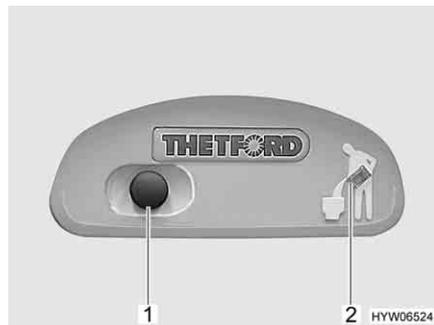
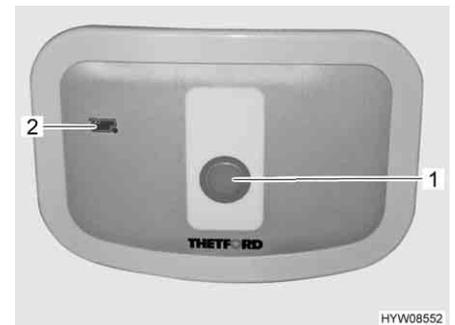

Fig. 242 Botón del inodoro/luz de control del inodoro Thetford
Fig. 243 Botón del inodoro/luz de control del inodoro Thetford (alternativa)
- Para lavar, pulsar el botón del inodoro azul (Fig. 242,1 ó Fig. 243,1).
La luz de control (Fig. 242,2 ó Fig. 243,2) se enciende cuando es necesario vaciar el depósito de aguas fecales.